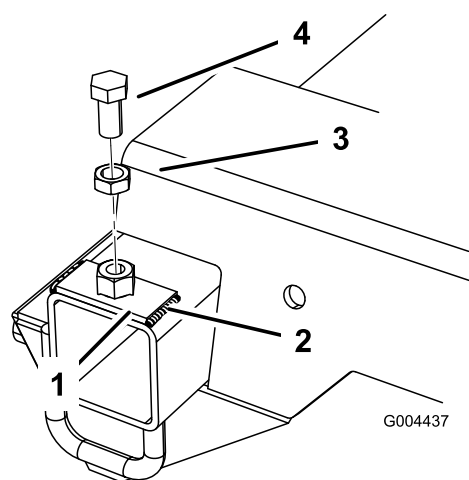

図 5
4. 新しいプレートをフレームに溶接する左右それぞれの側に 1/4 インチ 6 mm のビーズを作る 図 5。ボルトとジャムナットが冷えたら、これらを取り外す。